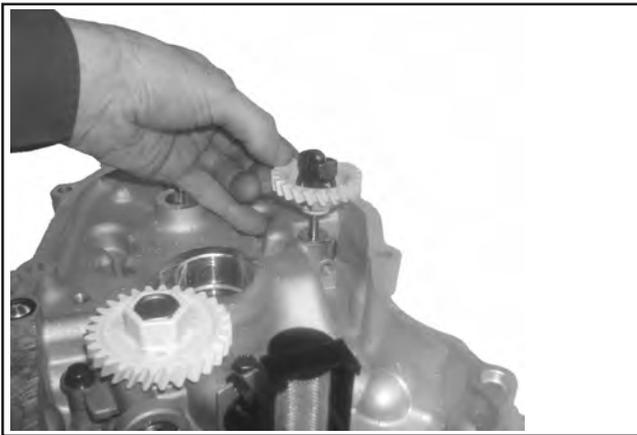

Abbildung 10-13. Entfernung Drehzahlregler.
1. Den Stellstift und die Drehzahlreglereinheit entfernen. Siehe Abbildung 10-13.